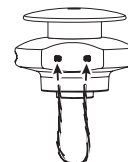

Fig. 17
1. Insérez chaque extrémité du fil de remplacement dans les trous des deux côtés du crochet de retenue (Fig. 17).